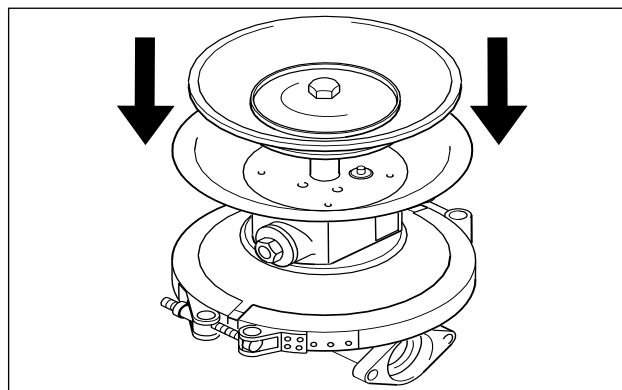
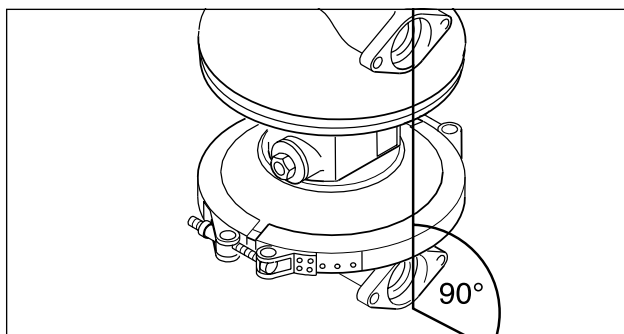

Fig. 15: Montagem da segunda câmara da bomba
Fig. 7: Alinhamento das câmaras da bomba
- Montagem da câmara da bomba: Montagem da membrana, fixação através do aparafusamento da placa de membrana externa, segundo o capítulo “Binários de aperto” seção 11. As câmaras da bomba devem ser montadas com a membrana na posição de aspiração (pressionar a placa de membrana para dentro da câmara de ar) (Fig. 15). Aparafusar a cinta de fixação ou o flange de montagem. Montar a segunda membrana analogamente. As superfícies flangeadas da carcaça da bomba devem estar alinhadas (Fig. 7).